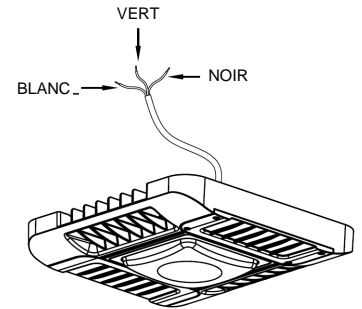
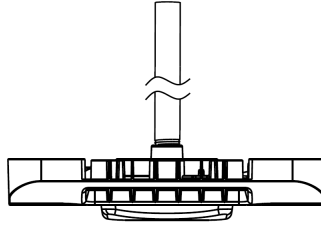

FIGURE 1
FIGURE 5
- Connectez les fils comme indiqué (Fig. 1), puis fixez le luminaire au plafond avec le pendentif 3/4 "NPT (Fig. 5).